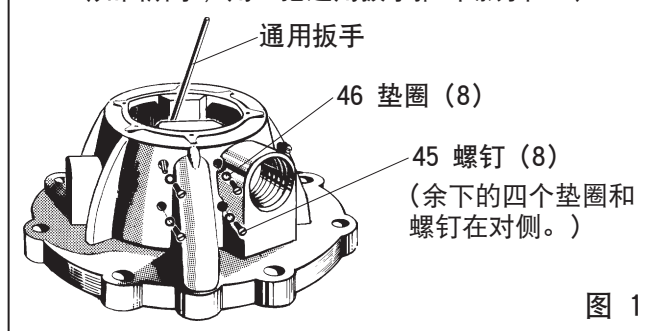
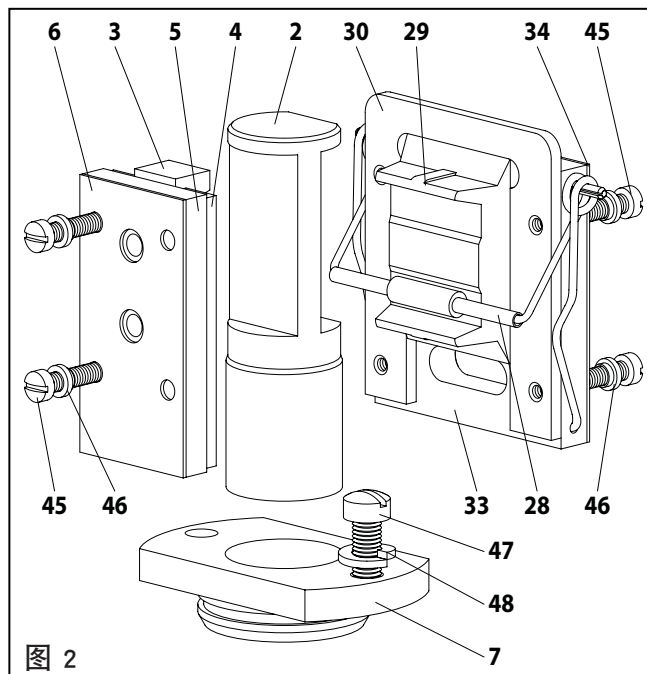

图 1
图 2
2. 拆去六个 (1) 螺钉, 松开 (31) 马达盖和 (32) 密封垫。
3. 松开8个 (45) 螺钉, 这些螺钉是用来固定 (33) 阀板和阀销组件, (30) 阀导承, 两个 (4) 阀导承和 (5) 阀板, 直至 (30) 阀导承和两个 (4) 阀导承可通过向上拉动而拆下 (见图1和图2)。
4. 通过用一把小型通用板手向外压, 从8" 气动马达上拆去八个 (45) 螺钉和八个 (46) 垫圈 (见图1)。
5. 用一把螺丝刀, 将 (28) 插入弹簧组件从 (33) 阀板和阀销组件底部脱钩 (见图2)。
6. 将 (28) 插入弹簧组件从 (33) 阀板和阀销组件顶部的销子上拆下。
7. 向上拉动 (2) 阀门活塞, 直至 (7) 上压盖从压盖室拉出。
8. 拆去 (7) 上压盖。